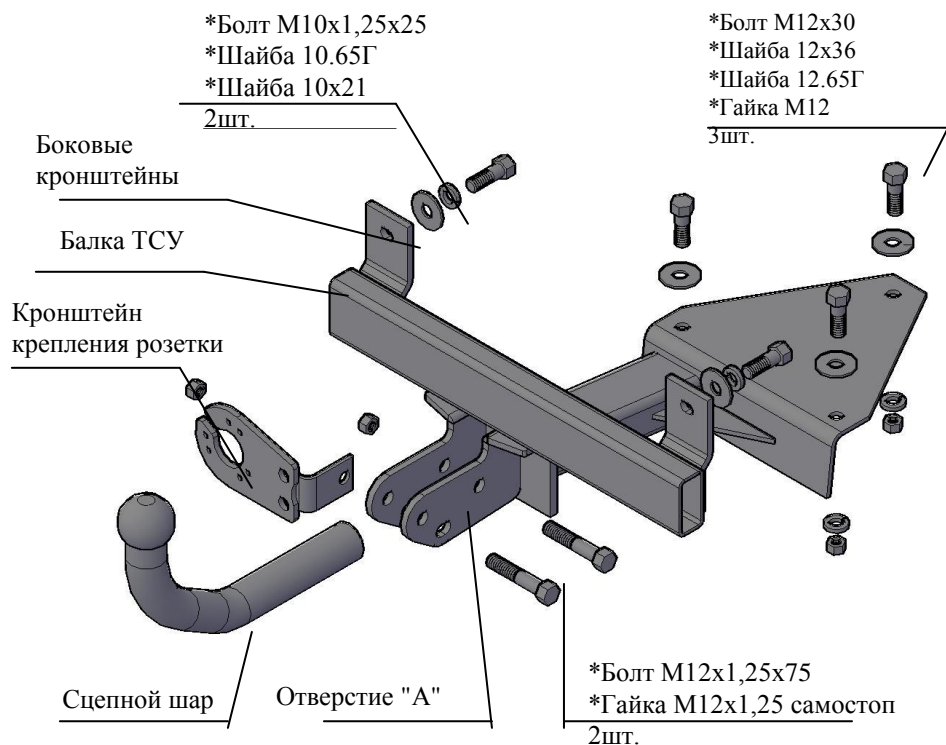

Рис.1 Тягово-сцепное устройство ТСУ 2020
2.1 ТСУ 2020 в сборе (рис.1)	1 шт.
2.2 Пакет с комплектующими (см. рис.1)	1 шт.